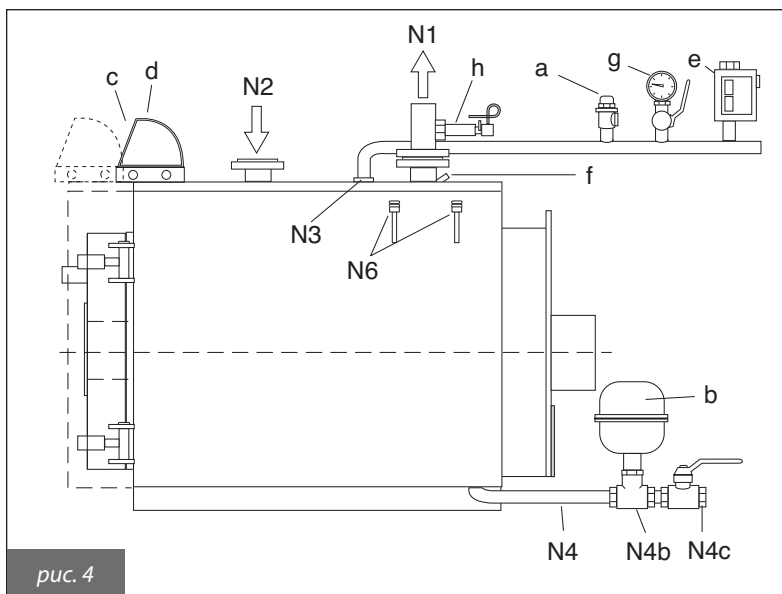

рис. 4
3.2.3.1. Водяная отопительная система с закрытым расширительным баком Мощность в топочной камере ≤ 300.000 ккал/час, давление 5 бар (рис. 4)